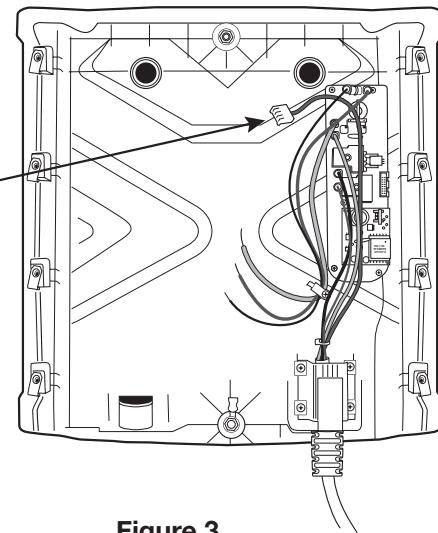

Figure 3
2. Dévissez toutes les vis à tête Torx puis soulevez le couvercle (Figure 3). Débranchez les câbles de raccordement des connecteurs homologues sur les cartes de circuits imprimés afin de séparer le couvercle de la base.
4. Rebranchez deux câbles de raccordement aux cartes de circuits imprimés (Figure 3).